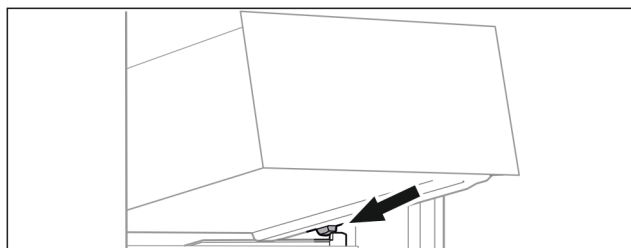

Fig. 69
- ▶ Așezați sertarul oblic în spatele opritoarelor pe nervura recipientului. (vezi Fig. 69)